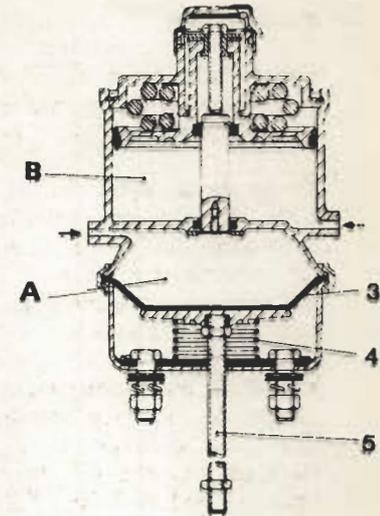

Fig. 11.9. - Freno de servicio
- **Freno de servicio** (fig. 11.9). — Al pisar el pedal del freno, la válvula de accionamiento introduce aire en el cuerpo (A) por el orificio "SERVICE BRAKE", lo que hace que la membrana (3) comprima el muelle (4) y por medio del espárrago (5) se accionen las zapatas, frenando el vehículo. El cuerpo (B) se mantiene con presión.